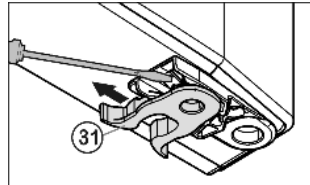

Fig. 11
- Premiestnite Fig. 11 (31) pružinovú zvierku: Zaisťovací jazyček potlačte nadol, ponad ňu stiahnite pružinovú zvierku.